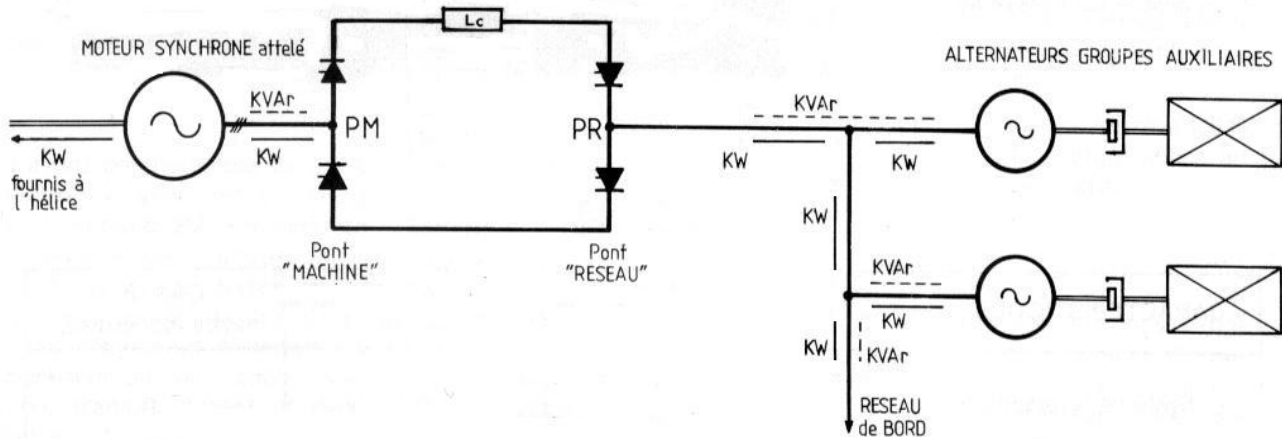

Figure 3 : Marche avec le moteur synchrone en secours
- 6) Compléter les flèches KW et KVAr sur le schéma suivant (figure 3) pour indiquer le sens des transferts de puissance active et réactive. Les ponts PM et PR sont « tous thyristors ».